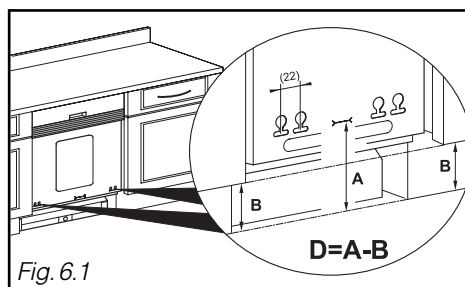

Fig. 6.1
- Medir a distância entre o solo e a parte inferior do painel da porta do móvel adjacente (cota **B**, Fig. 6.1)